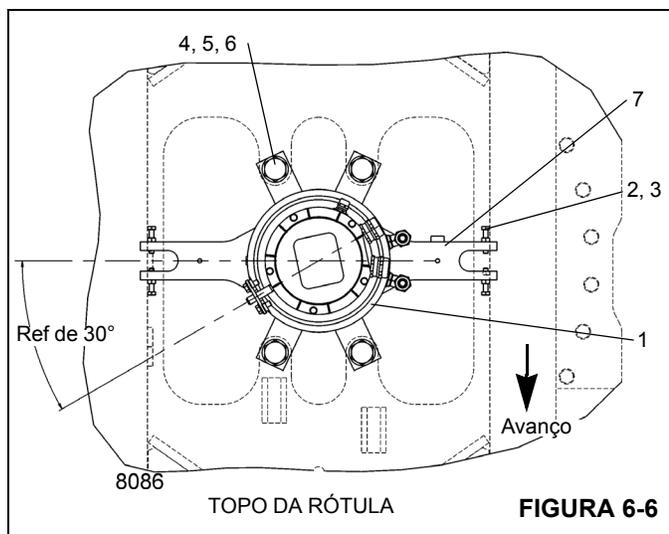

FIGURA 6-6
3. Verifique se o furo rosqueado na parte inferior da base da rótula elétrica está alinhado ao furo de montagem na placa na caixa da rótula de água. Instale o parafuso através do furo na placa e instale a contraporca. Aparafuse o parafuso no furo na base da rótula elétrica até que a cabeça do parafuso fique a aproximadamente 6,0 mm (0.23 pol.) do suporte. Aperte a porca de encontro à rótula elétrica (Figura 6-6).